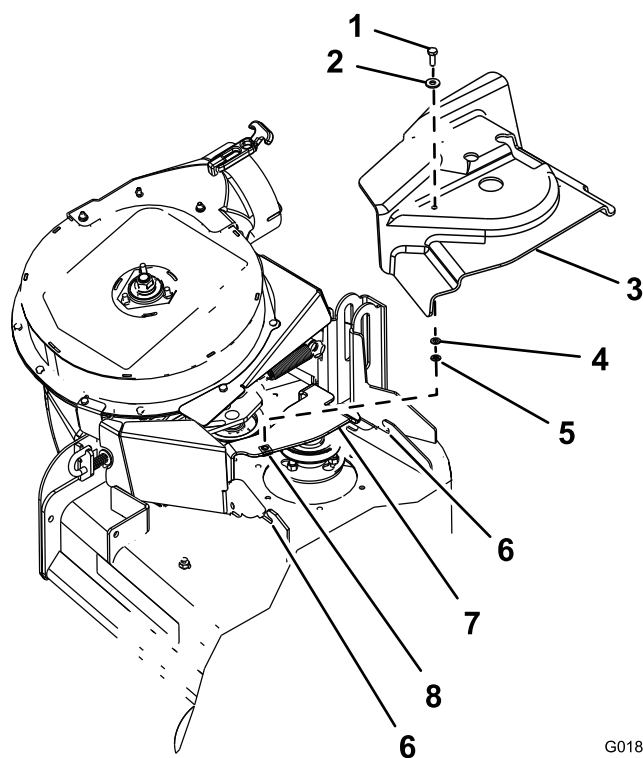

Figura 12
1. Coloque la arandela (5/16 x 3/4 pulgada) en el perno de cabeza hexagonal (1/4 x 3/4 pulgada), según se muestra en Figura 12.
2. Inserte el perno y la arandela a través del taladro de la parte superior de la cubierta de la correa, incluida en el kit de soplador y transmisión (Figura 12).
3. Desde debajo de la cubierta de la correa, monte la arandela (1/4 x 1/2 pulgada) y el retenedor sobre las roscas del perno de cabeza hexagonal (Figura 12).
2. Alinee la cubierta de la correa con las muescas de las pestañas de la carcasa (Figura 12).
4. Sujete la cubierta de la correa al soporte de la cubierta con el perno de cabeza hexagonal (Figura 12).